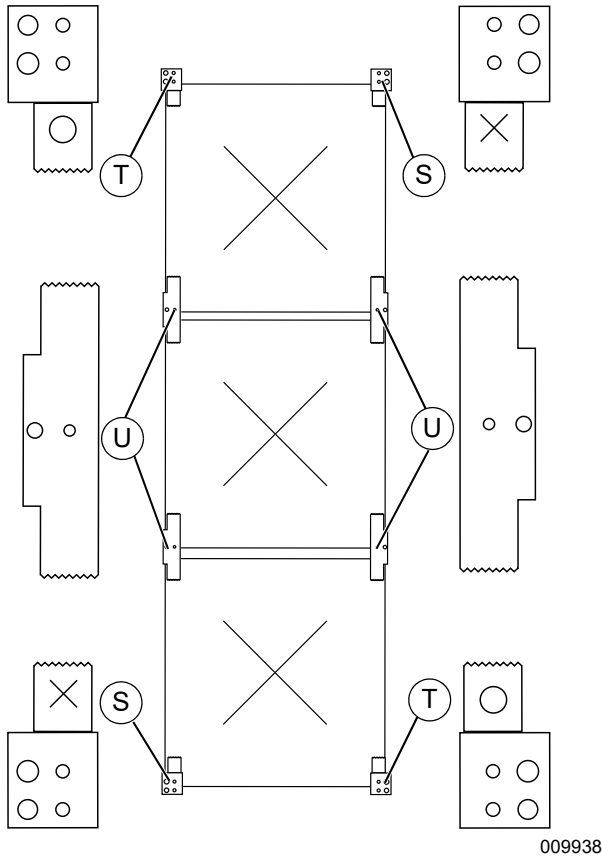

Figura 4-29. Instalación de los sujetadores de retención (2 de 3)
Consulte la **Figura 4-29**. Observe que hay tres tipos de sujetadores de retención: sujetadores de retención dobles (U), sujetadores de retención simples marcados O (T) y sujetadores de retención simples marcados X (S).
- Instale los sujetadores de retención simples (T) (S) en la parte superior e inferior de la pila.
- Instale los sujetadores de retención dobles (U) entre las filas de módulos.